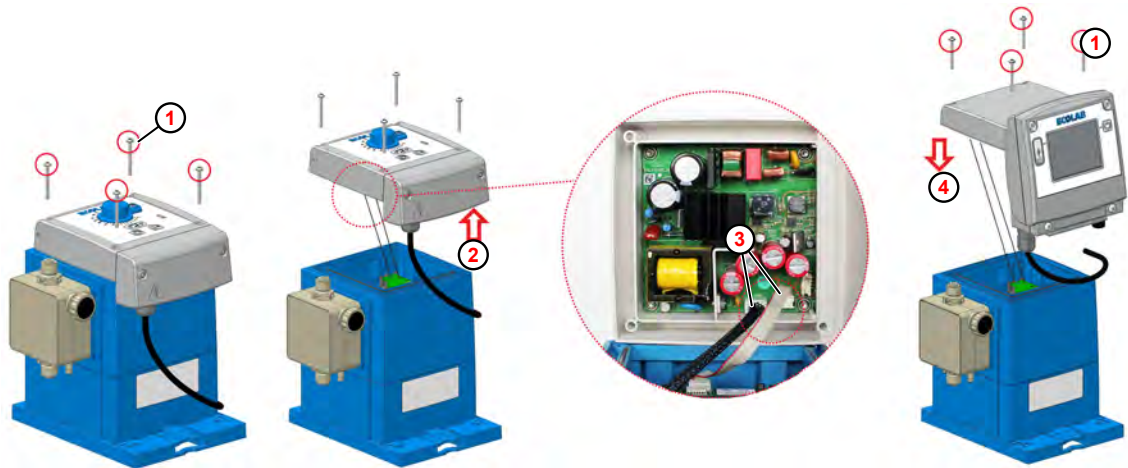

Fig. 37 : Mise à niveau vers EcoAdd
1. Desserrer les vis de fixation (Fig. 37 , ①) de l'unité de commande **EcoPro** à l'aide d'une clé Torx (TX25).